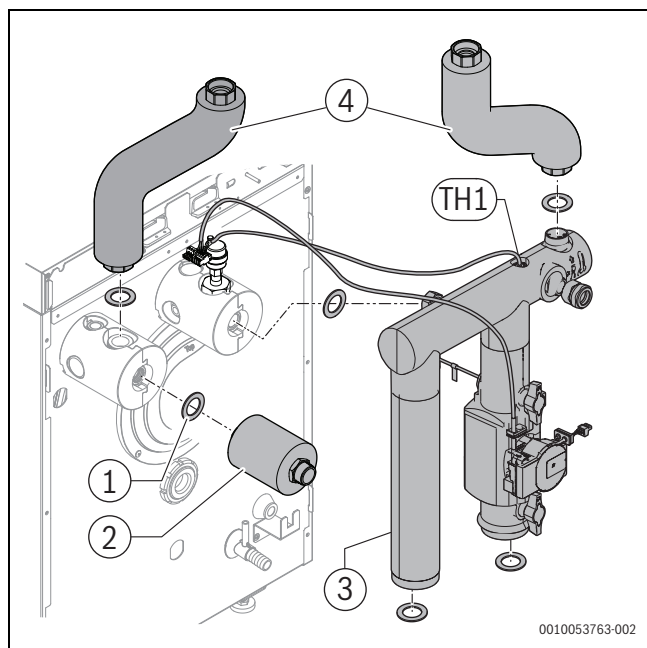
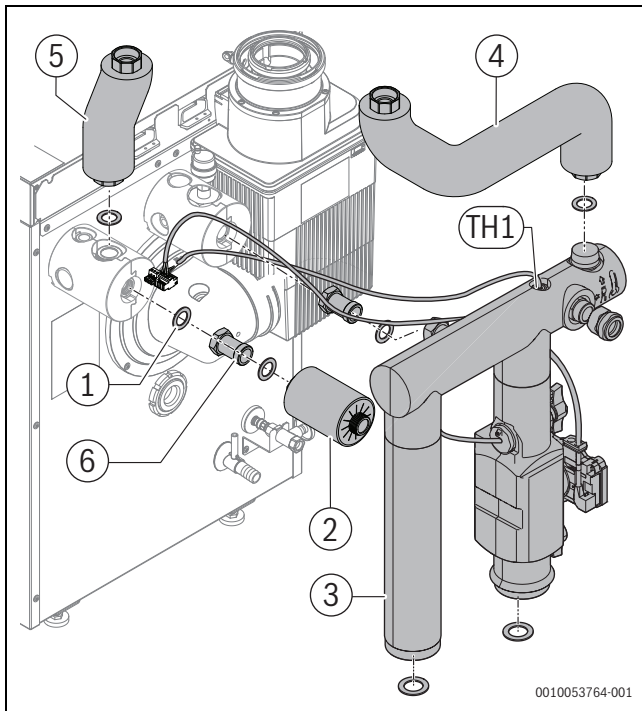

Fig. 5 Montage de l'assemblage de la tuyauterie HF-Set HYC40
Fig. 7 Montage de l'assemblage de la tuyauterie HF-Set HYC40
- Monter l'assemblage de la tuyauterie conformément à la fig. 5 ou à la fig. 7 ; **toutes les variantes.**
- Monter l'assemblage de la tuyauterie conformément à la figure 7.